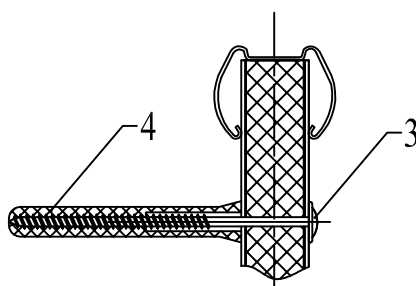

Рис.3
2. Устанавливаем в верхний паз лотка полотно (1), выравниваем его и по отверстиям размечаем место сверловки. Затем, убрав полотно повторяем операцию сверловки с теми же параметрами, что и в п.1 и закрепляем полотно на стене (Рис.3).